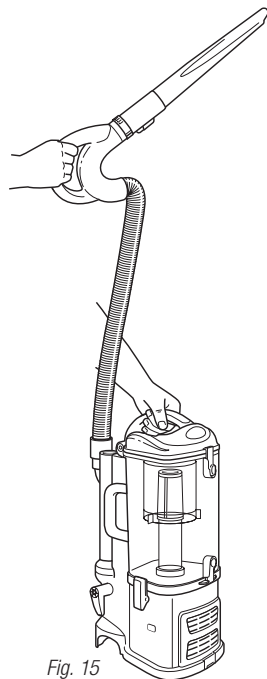

Fig. 15
- 4 Faites glisser l'interrupteur marche/arrêt (« ON/OFF ») à la position « I » pour nettoyer des surfaces élevées et tenez la poignée d'une main tout en transportant l'aspirateur portatif Lift-Away^{MD} de l'autre main pour vous déplacer dans toutes les pièces. (Fig. 15)